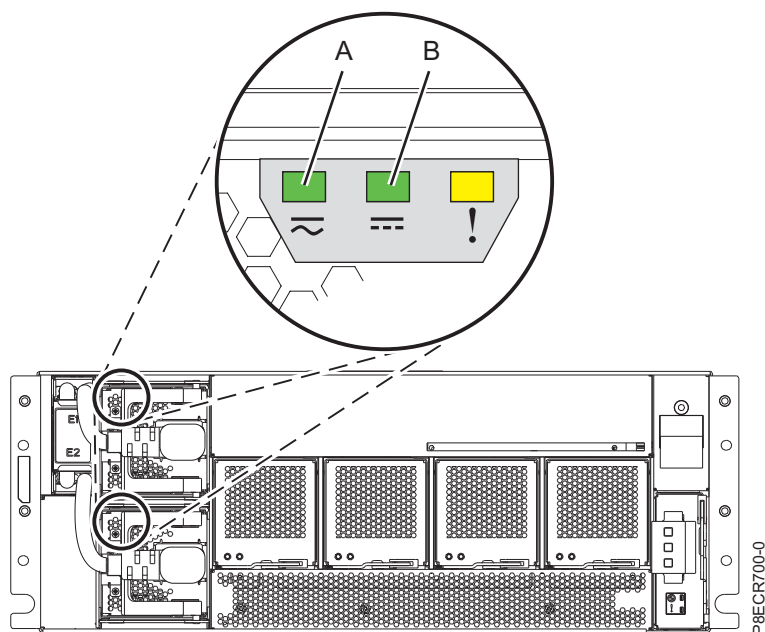

Figura 1. Indicadores LED de fuente de alimentación de un cajón de expansión PCIe3 EMX0
- El LED de entrada de CA (**A**) y el LED de salida de CC (**B**) están iluminados de forma continua para al menos una de las fuentes de alimentación del cajón de expansión PCIe3 EMX0. Consulte la figura 1.